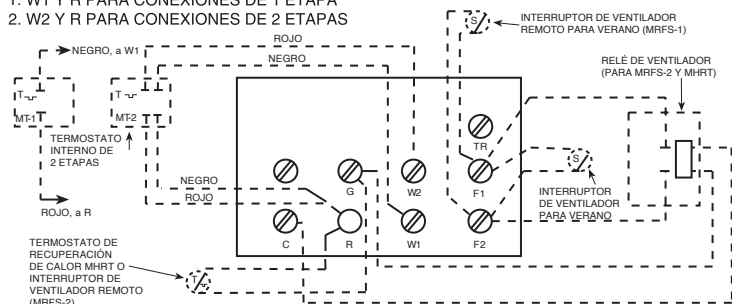

Figura 5. Bornera de control (para calefactores con contactor)
- Para ver el diagrama de conexionado de las unidades provistas de contactor interno (unidades de 7 kW y mayores), consulte la Figura 5.